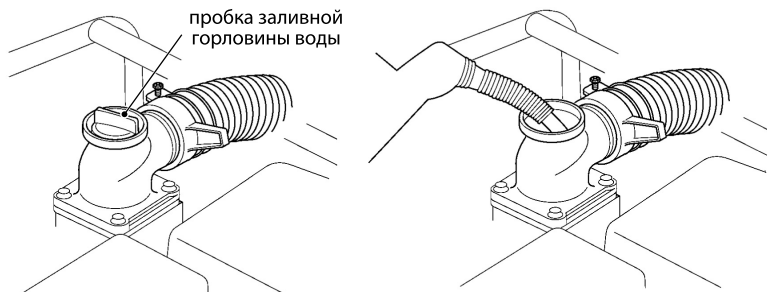

рис. 12
- отвернуть пробку заливной горловины насосной части (рис. 12);